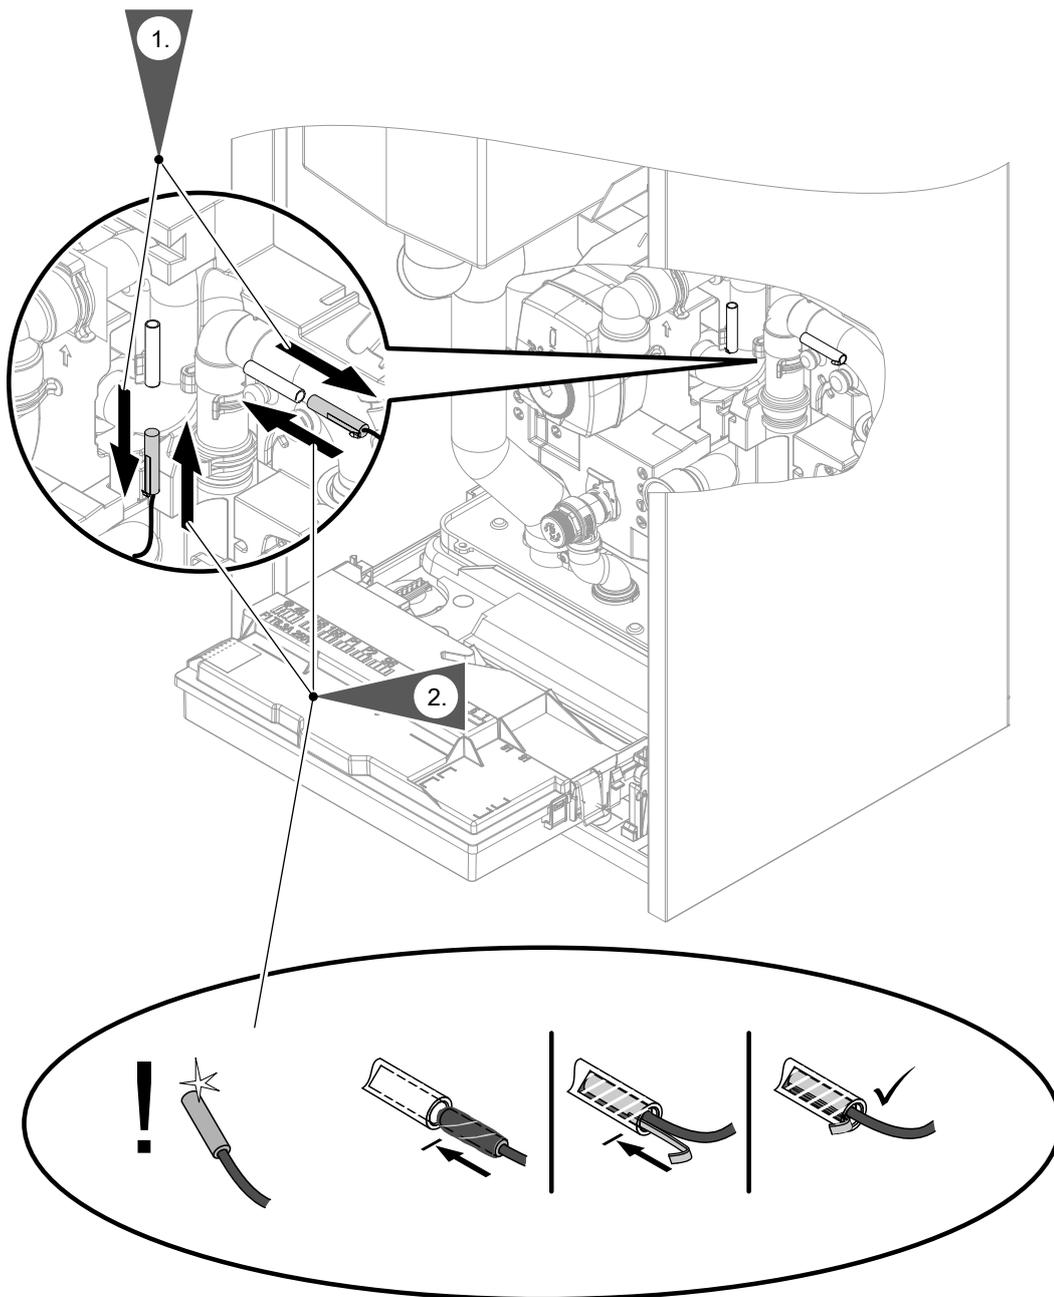

Fig. 85
- Sensores de temperatura del circuito secundario: consultar Fig. 85.